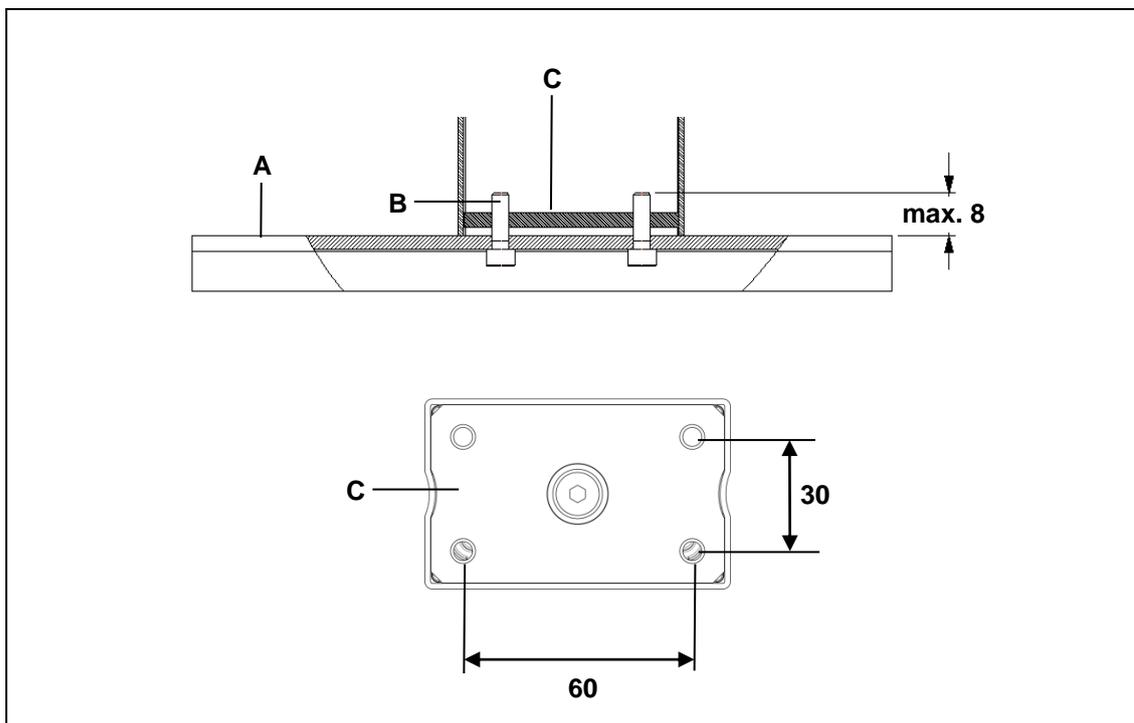
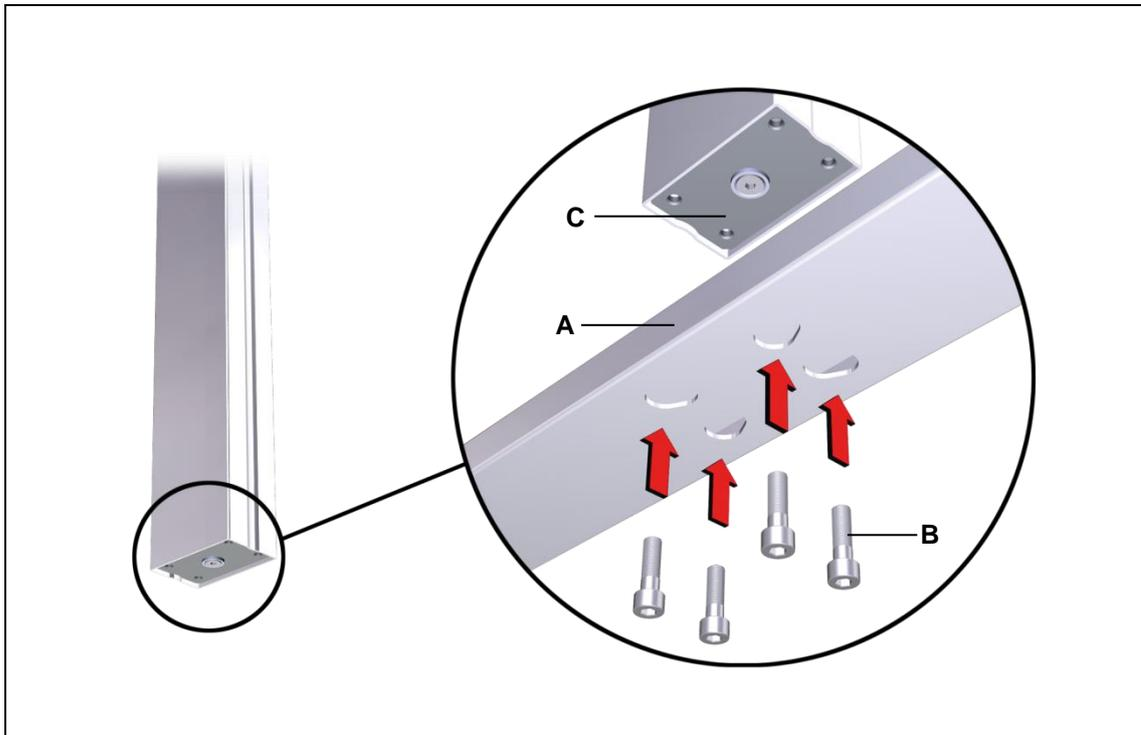

Abbildung 7 Montage Tischfuß: (Angaben in mm)
Abbildung 8 Montage Tischfuß
- Verwenden Sie Schrauben M6 (Festigkeitsklasse 8.8), wie in Abbildung 7 gezeigt. Das Anzugsdrehmoment darf 10 Nm betragen.
- 1 Schrauben Sie den Tischfuß mit vier Schrauben an das Fußende der Hubsäule, wie in Abbildung 8 gezeigt (Anzugsdrehmoment 10 Nm). Die Montagemaße entnehmen Sie Abbildung 7.